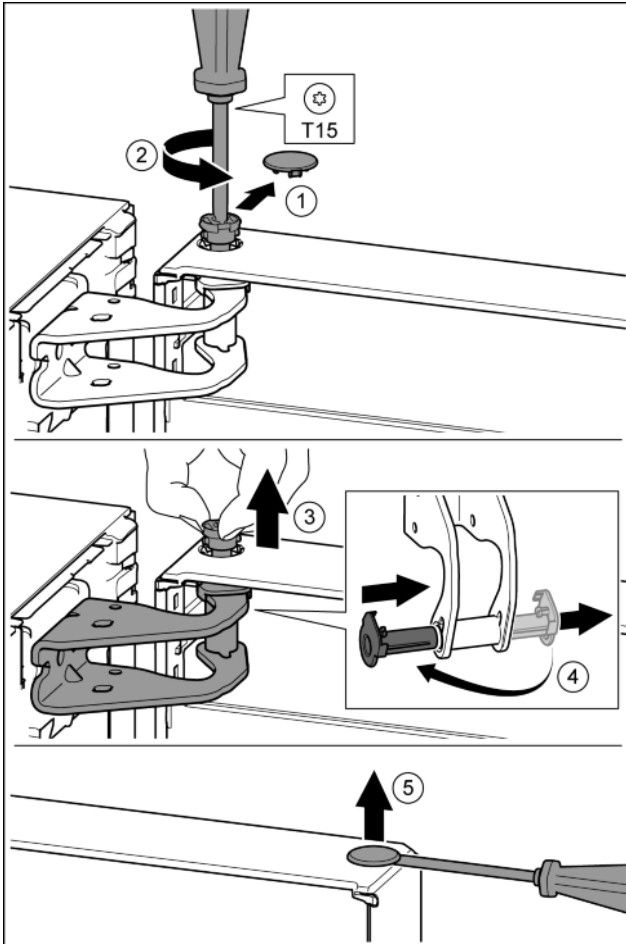

Fig. 10
- ▶ Осторожно снять предохранительную крышку. *Fig. 10 (1)*
- ▶ Немного выкрутить палец отвёрткой T15. *Fig. 10 (2)*
- ▶ Удерживать дверь и вытянуть палец рукой. *Fig. 10 (3)*
- ▶ Опорную втулку вывести из направляющей. Установить и зафиксировать с другой стороны. *Fig. 10 (4)*
- ▶ Осторожно приподнять шлицевой отвёрткой заглушку из опорной втулки двери и вынуть. *Fig. 10 (5)*